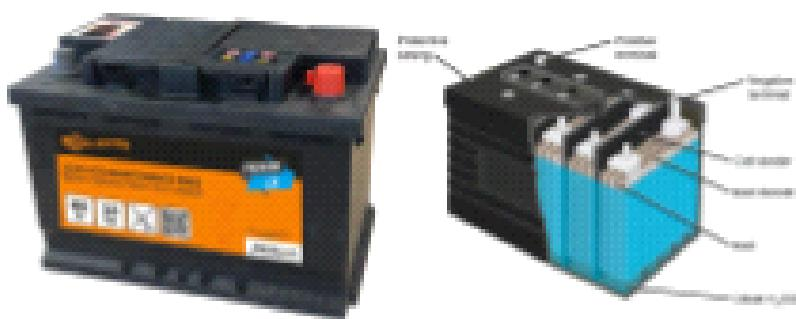

Figure 1 – Batterie au plomb d'une voiture (gauche) et schéma de constitution (droite)
Sur la figure 1 à gauche, on voit en fait que la tension de la batterie est de 12V, ce qui est nécessaire pour avoir la puissance nécessaire pour le système électrique d'une voiture. On voit également sur la figure 1 à droite que cette batterie est en fait l'assemblage de plusieurs cellules ( $PbO_2-H_2SO_4-Pb$ ) comme celles que l'on a étudiée jusqu'à présent.
15. \* **BONUS++** \* La capacité de cette batterie (cf figure 1 à gauche) est de 65Ah. Le but est de savoir combien de plomb il faut au minimum dans cette batterie pour pouvoir délivrer le courant espéré.